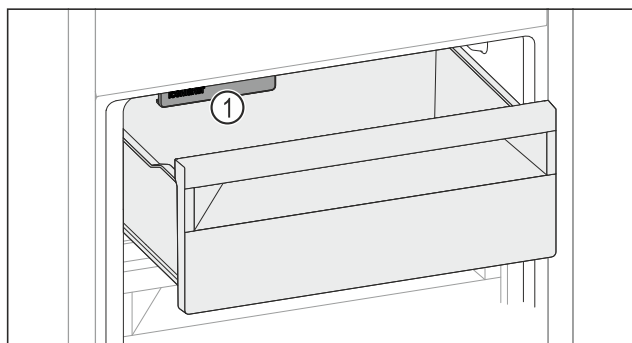

Fig. 136
- ▶ 请考虑 IceMaker Fig. 136 (1)。